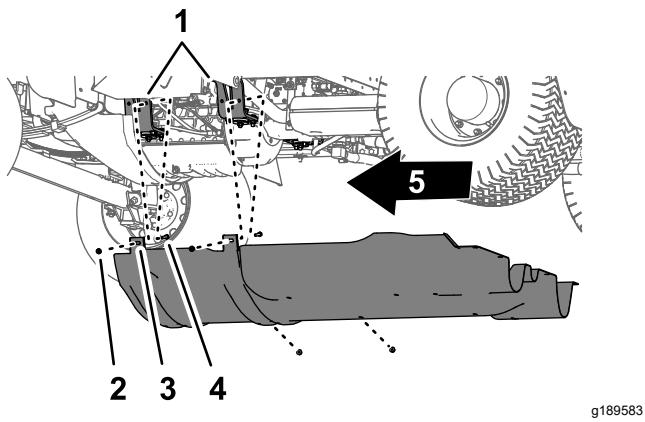

Figura 56
- Retire los 4 pernos con arandela prensada (5/16") de los pernos y del perno de cuello cuadrado que sujetan las pestanas de montaje del protector de bajos a los soportes de montaje del motor de la máquina (Figura 56).
4. Retire el protector de bajos de la máquina (Figura 55 y Figura 56).
1. Alinee el protector de bajos con el chasis de la máquina; consulte Figura 56, en Retirada del protector de bajos \(página 54\).
2. Coloque las pestañas de montaje del protector de bajos sobre los pernos de los soportes de montaje del motor; consulte Figura 56, en Retirada del protector de bajos \(página 54\).
3. Sujete el protector de bajos a los pernos de los soportes de montaje del motor (Figura 56) con las 4 contratuerca con arandela prensada (5/16") que retiró en el paso 2 de Retirada del protector de bajos \(página 54\).